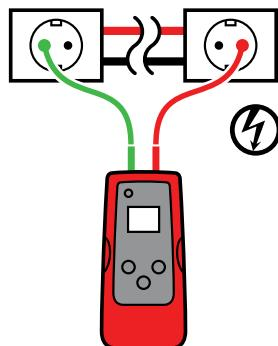

Figure 3.1a
2. Connectez le câble rouge au fil de ligne sous tension (sur le côté charge du système). Le signal sera UNIQUEMENT transmis entre la prise à laquelle le transmetteur est raccordé et la source d'alimentation (voir Figure 3.1a). (voir la section 2.2 pour de plus amples explications).